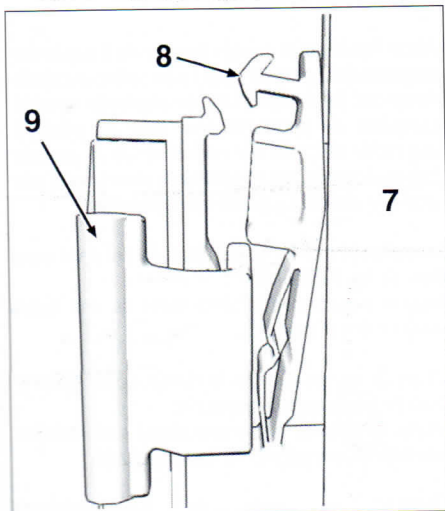

FIG. 70
puntas de cable (9) (fig. 70).